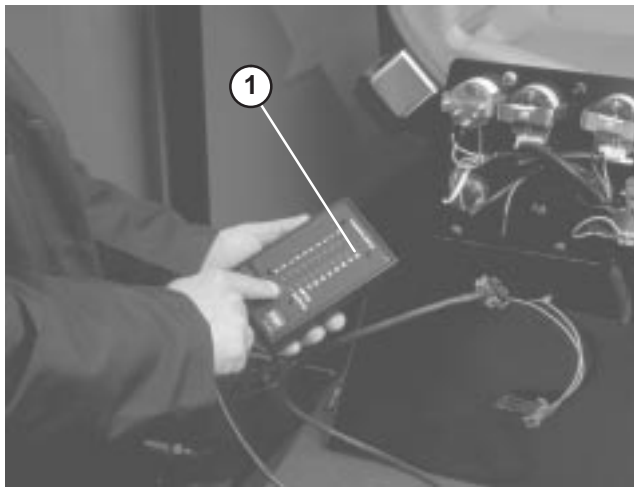

Bild 33
3. Schließen Sie die ACE-Diagnostikanzeige an den Kabelbaumbuchse an (Bild 33). Stellen Sie sicher, dass sich das richtige Overlayschild auf der ACE-Diagnostikanzeige befindet.